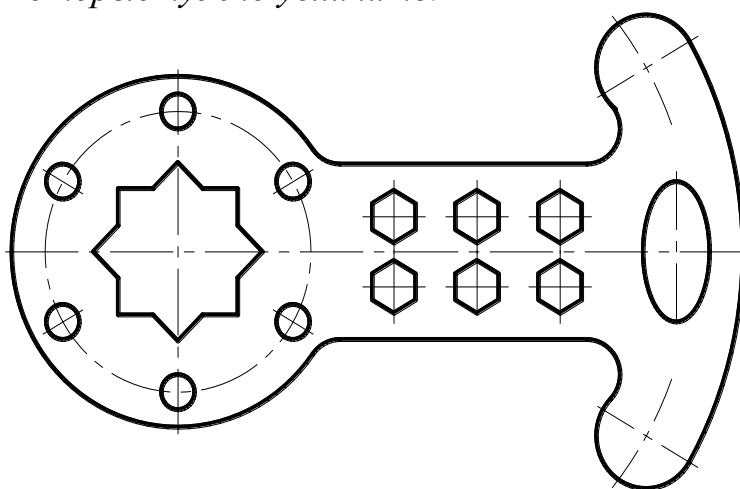

Рис. 3.16
23. Обрежьте осевые линии, а затем увеличьте на 2-3 мм за контуры, согласно *рис.3.16*.